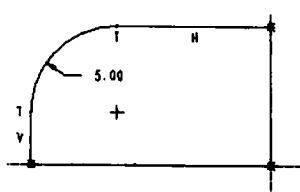

图 1-18
(5) 单击【草绘截面】工具 ，绘制如图 1-18 所示的截面，对齐轨迹线和轮廓线的端点。